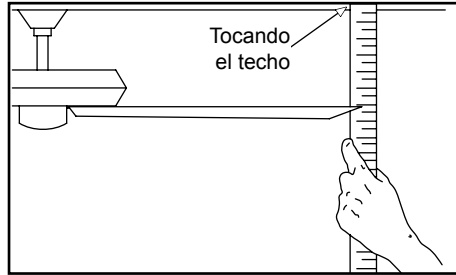

Figura 15
2. La mayoría de los problemas de oscilación del ventilador se deben a que las aspas no están al mismo nivel. Verifica este nivel seleccionando un punto en el techo sobre la punta de una de las aspas. Mide desde un punto en el centro de cada aspa al punto en el techo. Mide esta distancia como se muestra en la Figura 15. Gira el ventilador hasta que la siguiente aspa quede en posición para medir. Repite el procedimiento para cada aspa. Las desviaciones de la medición no deben pasar de 1/8" (3.2 mm). Enciende el ventilador por 10 minutos.